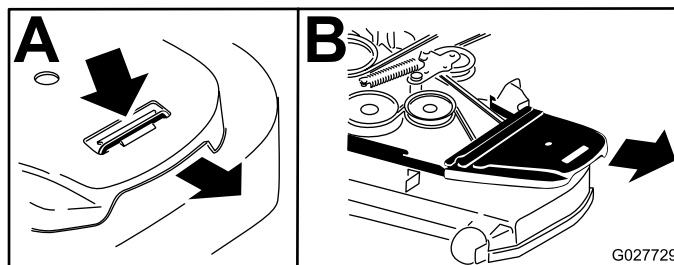

Figura 60
6. Rimuovere i paracinghia e i relativi bulloni (Figura 60).